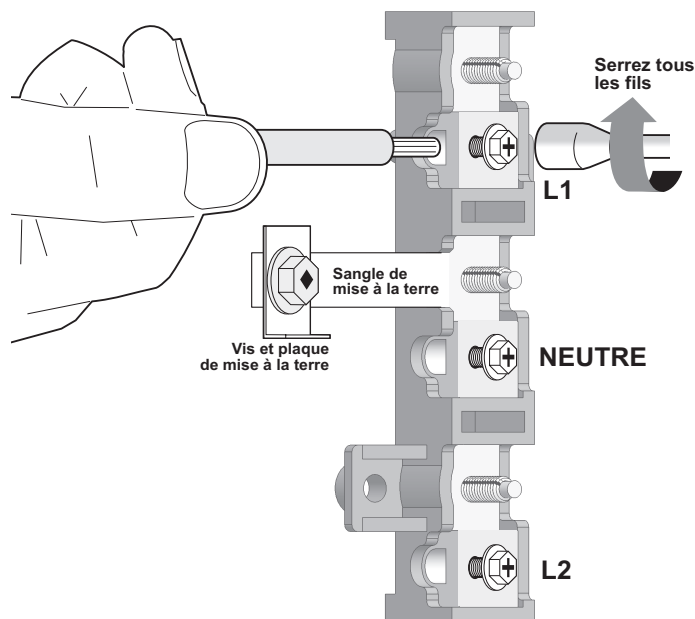

Fig. 16
1. Dénudez les extrémités du câblage permanent pour la ligne 1, la ligne 2, le neutre (dénudez également le fil de terre sur les connexions à 4 fils). Serrez tous les fils conducteurs au bornier (Suivez les emplacements des fils illustrés à la Fig. 16). **REMARQUE IMPORTANTE : NE DESSERREZ PAS** les connexions à écrou installées en usine qui fixent le câblage de la cuisinière au bornier. Une panne électrique ou une perte de connexion électrique peut se produire si ces écrous sont desserrés ou retirés.